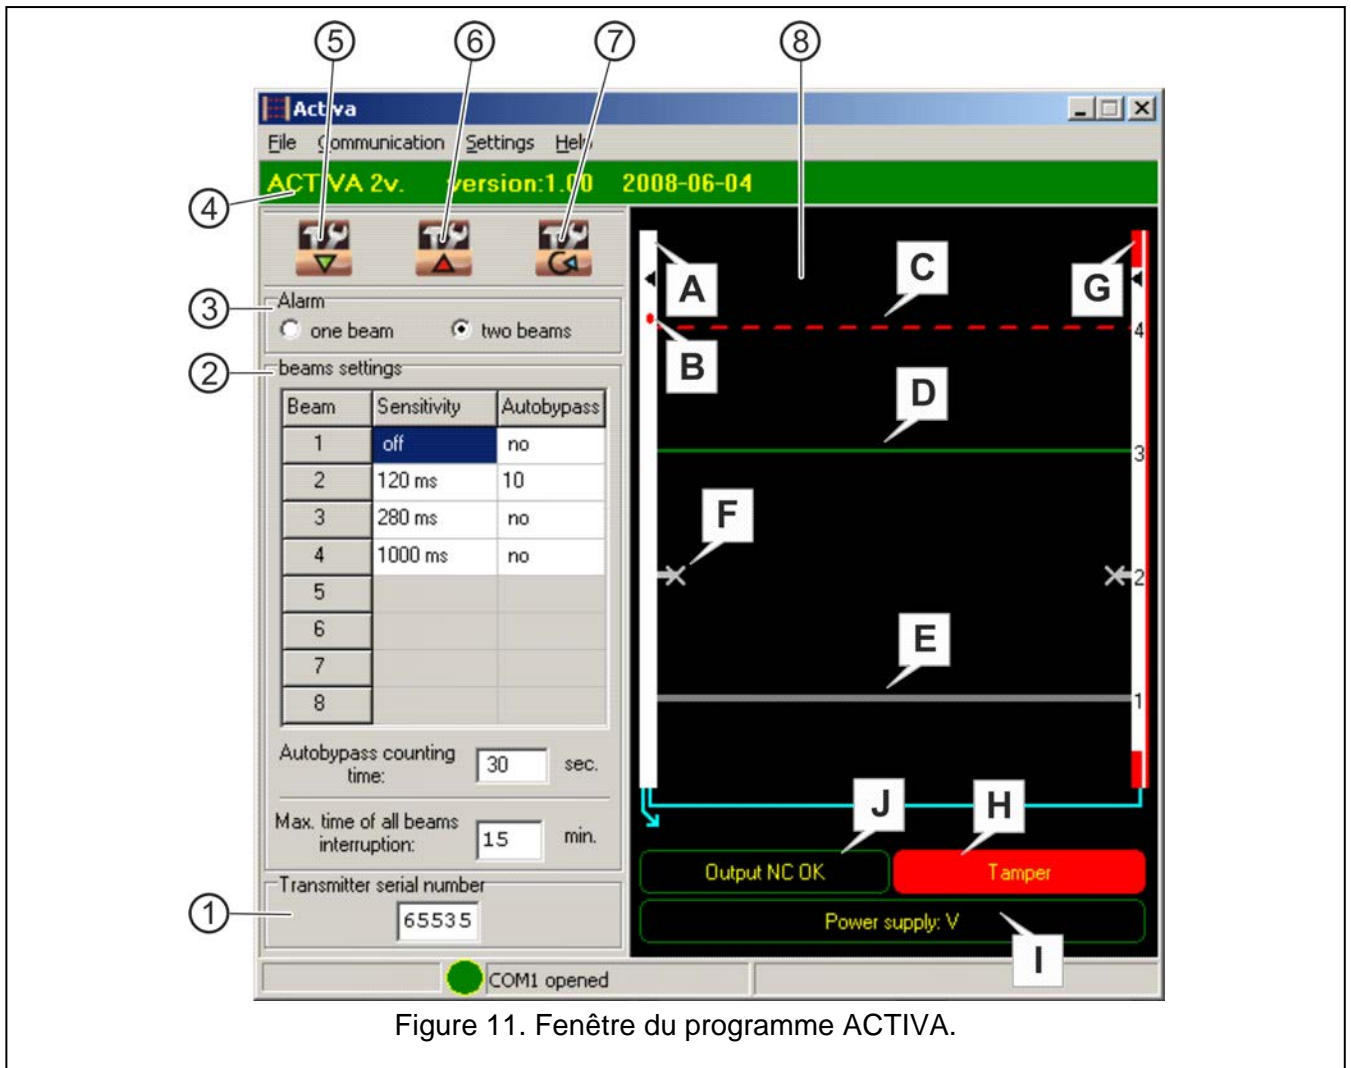

Figure 11. Fenêtre du programme ACTIVA.
Légende de la figure 11 :
- G** Emetteur. La couleur rouge signifie (comme sur la figure 11) que l'entrée d'autoprotection de l'émetteur est violée,
- Sabotage (comme sur la figure 11).
- Sortie NC OK (comme sur la figure 11),